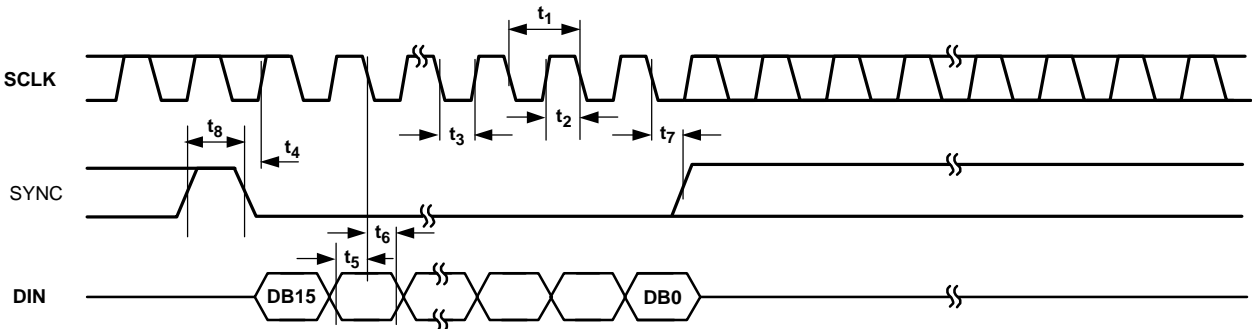

图1 串行写操作
2. 见图1。
AD5320具有3线串行接口（ \overline{SYNC} 、SCLK和DIN），与SPI、QSPI和Microwire接口标准及大多数DSP兼容。图1所示为典型写序列的时序图。